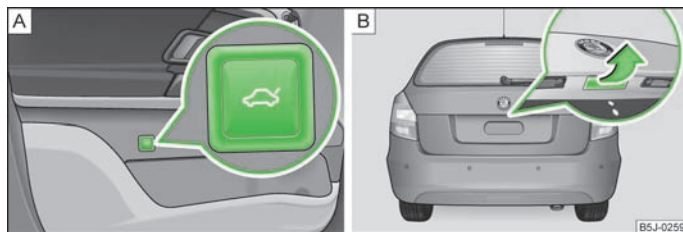

Fig. 16 Déverrouiller le capot du coffre à bagages/la poignée du capot
- Sur les véhicules sans verrouillage centralisé, appuyez sur la touche  de la porte du conducteur » fig. 16 - [A] et ouvrez le hayon dans le sens de la flèche » fig. 16 - [B].
- Sur les véhicules avec verrouillage centralisé, appuyez sur la poignée et soulevez simultanément le capot du coffre à bagages » fig. 16 - [B].